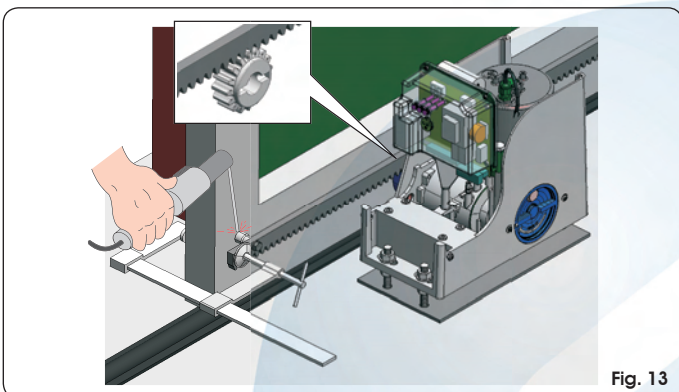
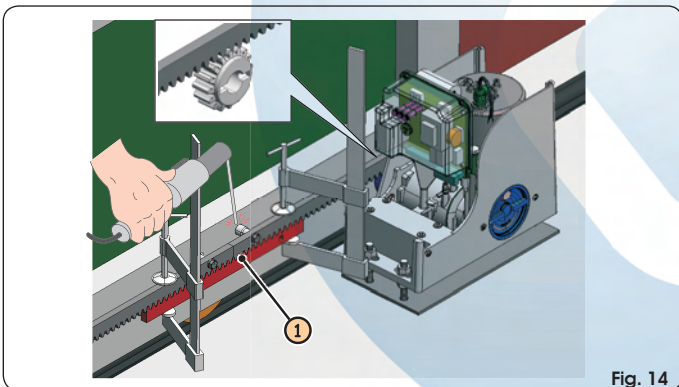

Fig. 13
Fig. 14
- ① Montare i tre nottolini filettati sull'elemento della cremagliera posizionandoli nella parte superiore dell'asola. In tale modo il gioco sull'asola consentirà nel tempo le eventuali regolazioni.
- ② Portare manualmente l'anta in posizione di apertura.
- ③ Appoggiare sul pignone il primo pezzo di cremagliera a livello e saldare il nottolino filettato sul cancello come indicato in Fig.13.
- ④ Muovere manualmente il cancello, verificando che la cremagliera sia in appoggio sul pignone e saldare il secondo e il terzo nottolino.
- ⑤ Accostare un altro elemento di cremagliera al precedente utilizzando, per mettere in fase la dentatura dei due elementi, un pezzo di cremagliera come indicato in Fig.14 rif. ①.
- ⑥ Muovere manualmente il cancello e saldare i tre nottolini filettati proseguendo fino alla copertura completa del cancello.
- ① Portare manualmente l'anta in posizione di apertura.
- ② Appoggiare sul pignone il primo pezzo di cremagliera posizionando il distanziale tra la cremagliera stessa ed il bordo del cancello. Controllare con una bolla l'orizzontalità della cremagliera e segnare con un pennarello il punto di foratura.
- ③ Forare con una punta  $\varnothing 6,5$  mm e filettare con maschio da M8. Avvitare il bullone.
- ④ Muovere manualmente il cancello, verificando che la cremagliera sia in appoggio sul pignone e ripetere le operazioni al punto ③.
- ⑤ Accostare un altro elemento di cremagliera al precedente utilizzando, per mettere in fase la dentatura dei due elementi, un pezzo di cremagliera come indicato in Fig. 14 rif. ①.
- ⑥ Muovere manualmente il cancello e procedere nelle operazioni di fissaggio come per il primo elemento, proseguendo fino alla copertura completa del cancello.